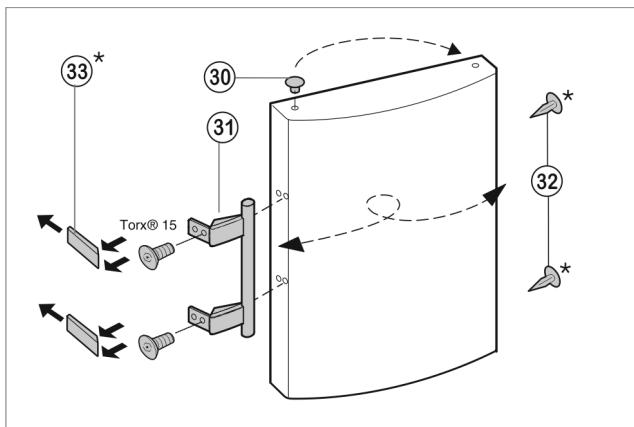

Fig. 9
- Estrarre il tappo Fig. 9 (30) dall'alloggiamento del supporto della porta e spostarlo.
- ▶ Smontare la maniglia della porta Fig. 9 (31), i tappi Fig. 9 (32) e le piastre di spinta Fig. 9 (33) e spostarli sul lato opposto.